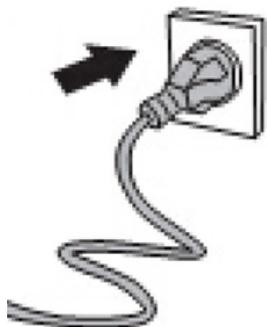

Рис.13
2. После наполнения резервуара водой и его присоединения к корпусу устройства, подключите отпариватель к электросети с помощью сетевого шнура (Рис. 13).